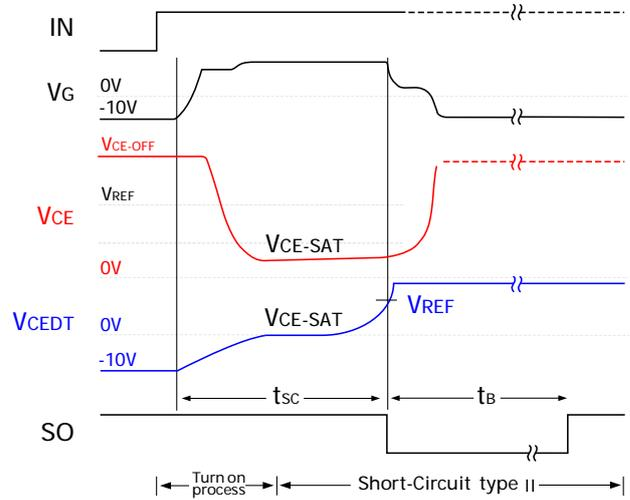

图 11 二类短路保护逻辑图
2) 采用电阻串检测方式, 短路保护时序图参见图 11。
当 IGBT 发生二类短路(相间短路)时, 由于短路回路阻抗较大, 电流增长较缓慢。IGBT 仍能正常进入饱和状态, 然后随着短路电流的增加, VCE 逐渐增加直至退饱和【见图 11】。驱动器只有在 IGBT 退饱和时才能检测出短路状态, 启动短路保护。因此, 二类短路保护的响应时间会比一类短路保护响应时间要更长。